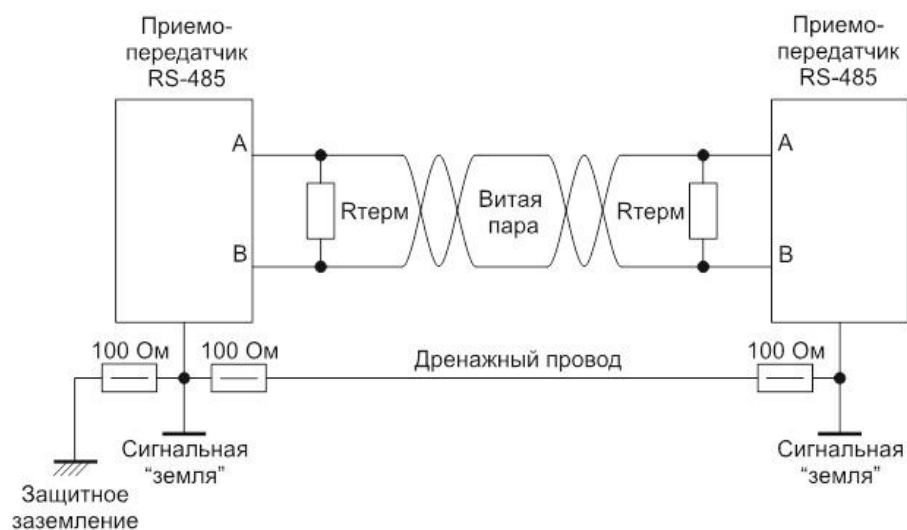

Рис. 7
- 8.3. Если адаптеры разнесены более чем на 15 м друг от друга, или поблизости есть мощные излучатели электромагнитных волн (Мощные пускатели, силовые провода) необходимо использовать схему Рис. 7 с тремя проводами А, В и проводом выравнивания потенциалов, и соблюдать следующие рекомендации: